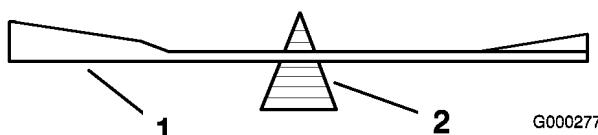
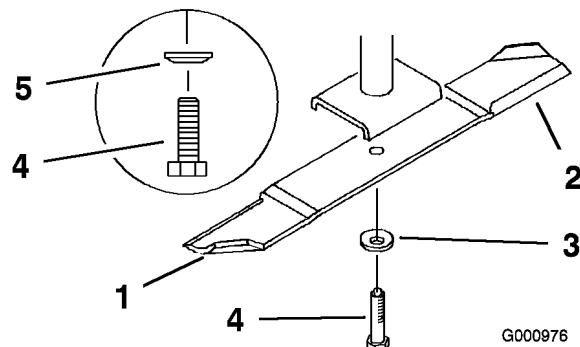

Figure 76
Figure 77
2. Retirez de l'axe le boulon, la rondelle élastique et la lame (Figure 77).
2. Vérifiez l'équilibre de la lame en la plaçant sur un équilibrEUR (Figure 76). Si la lame reste horizontale, elle est équilibrée et peut être utilisée. Si la lame est déséquilibrée, limez un peu l'extrémité de la partie incurvée seulement (Figure 77). Répétez la procédure jusqu'à ce que la lame soit équilibrée.
1. Placez la lame sur l'axe (Figure 77).
2. Installez la rondelle élastique et le boulon de la lame. Le cône de la rondelle élastique doit être dirigé vers la tête du boulon (Figure 77). **Serrez le boulon de lame à 115-150 Nm.**